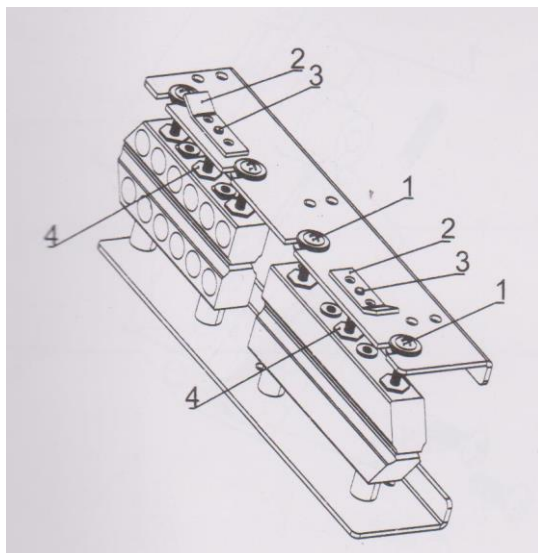

Рис. 3
1. Снимите защитную крышку. После того, как нагревательные элементы остынут, поверните верхний нагревательный элемент и верхний охлаждающий элемент вверх на 90°, и поднимите обе детали. Ослабьте пружину молета и среднего прижимного колеса. Снимите направляющую ленту, чтобы заменить упаковочную ленту (см. рис. 3).